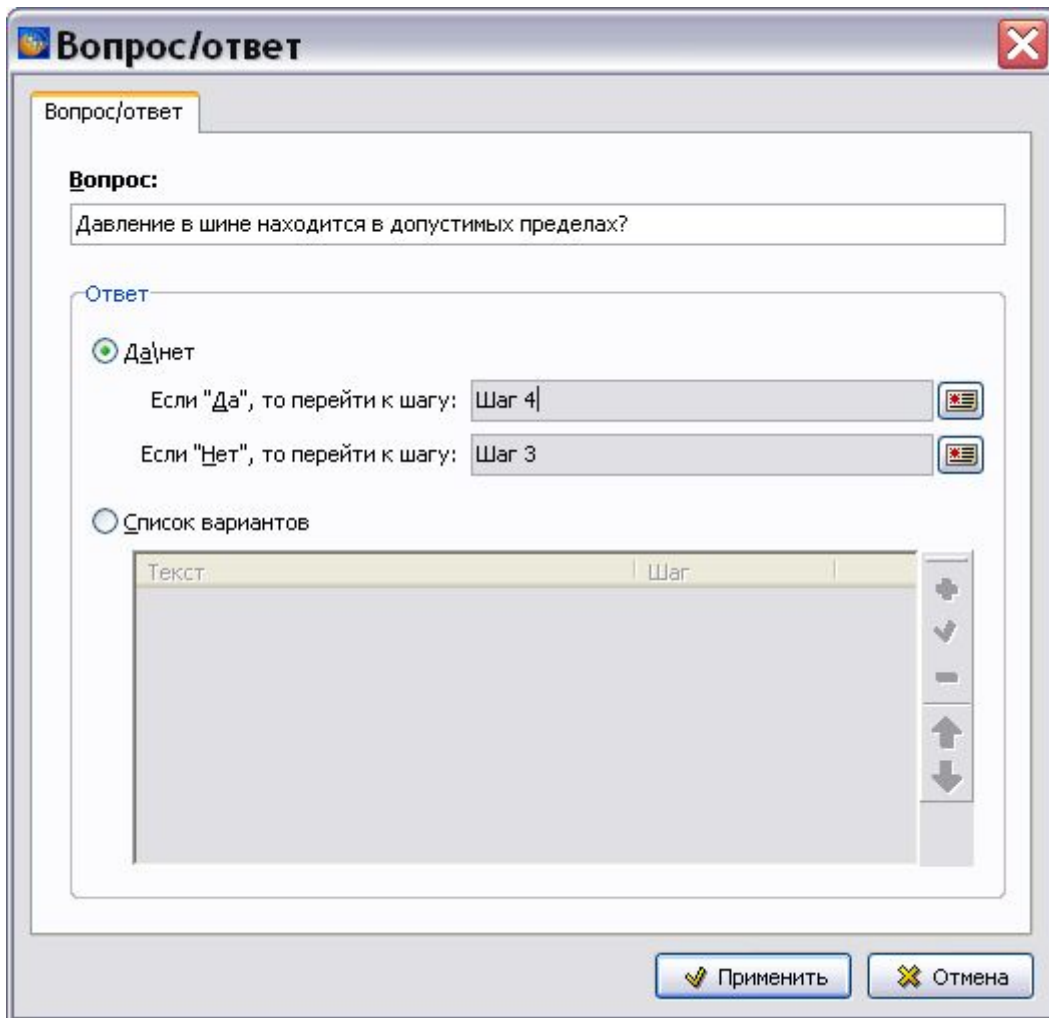

Рис. 6.38
19. Для выбора ссылки нажмите на кнопку **Установить ссылку на шаг**  справа от соответствующего поля. В появившемся диалоговом окне **Перекрестная ссылка** выберите шаг с необходимыми действиями (Рис. 6.38).